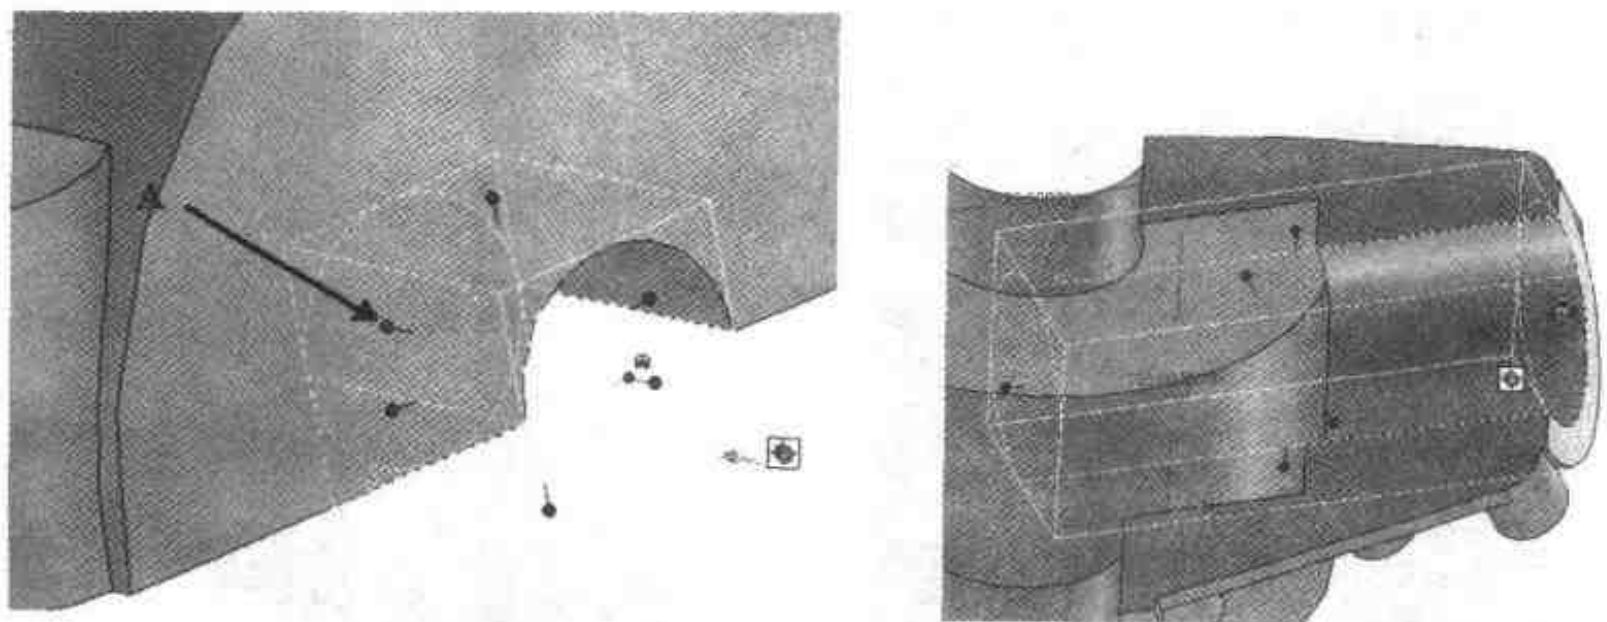

图 2.33 调整图素尺寸
- (5) 右击如图 2.33 所示的手柄 A，将高度改为 350，长度改为 140，单击【确定】按钮，结果如图 2.33 右图所示。